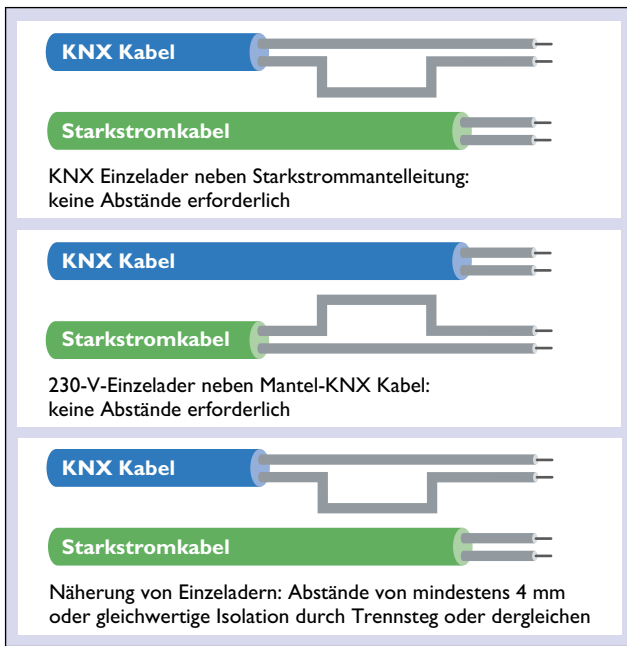

Bild 17. Näherung zwischen Leitungen und Einzeladern
- in Abzweigdosen, wenn sowohl die Busleitung als auch die 230 V-Leitung verzweigt wird. Generell gilt, dass zwischen der Busspannung und dem 230 V-Netz eine doppelte Isolierung mit einer Prüfspannung von 4 kV bestehen muss. *Bild 17* zeigt das Ergebnis beim Absetzen der einzelnen Kabel.
- Berührungen von Strom- und Busleitungsadern sind entsprechend *Bild 17* z.B. durch entsprechende Leitungsführung bzw. Befestigung zu vermeiden.